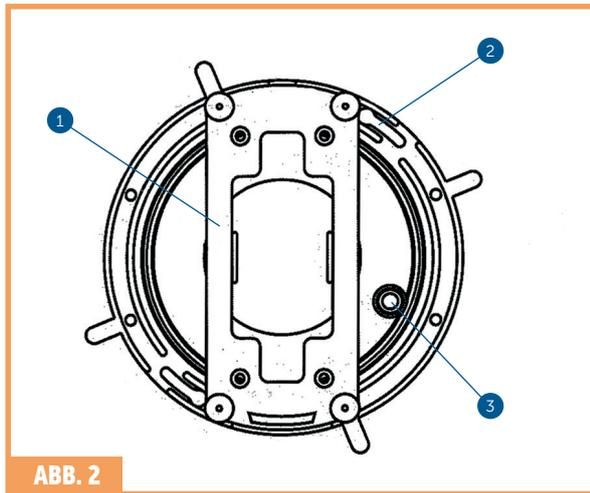

ABB. 2
2. Schließen Sie das Installationsrohr an die Mitte der Montage-Distanzunterlage (links von der Konsole) an, siehe Abbildung 2.